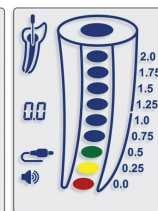

Fig. 10
5.4.13 Når foramen apikale (0.0) nås, indikeres det af et rødt farvesegment inde i rodkanalbilledet (Fig. 10) og en konstant tone. Bestem den elektronisk opnåede længde med en endodontisk lineal. Træk 0,5-1,0 mm fra den elektroniske længde for at fastsætte arbejds længden.